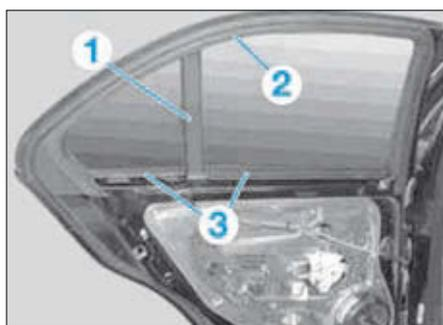

FIG. 1
- Déposer (Fig.1) :
- l'enjoliveur (1),
- le joint d'entourage de vitre (2),
- les lèches-vitre intérieurs (3).